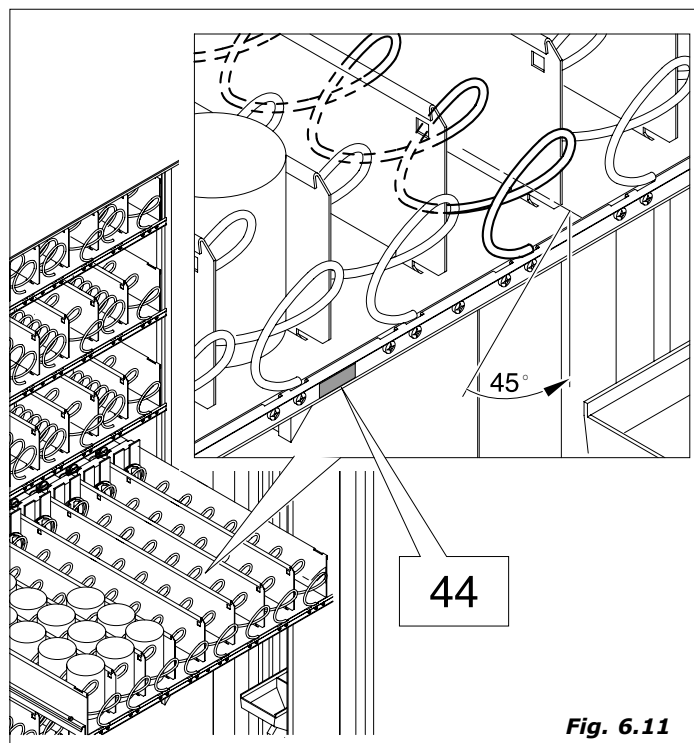

Fig. 6.11
- ogni spirale può essere ruotata di 45° per volta (fig.6.11) al fine di trovare la posizione ideale per ogni tipo di prodotto. Per la regolazione vedi l'apposito capitolo